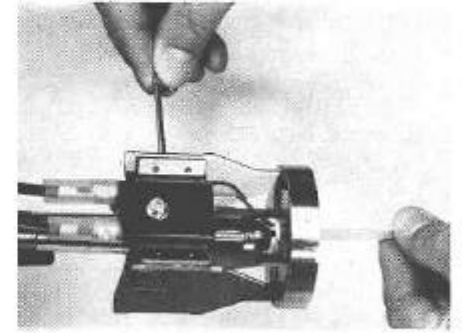

Abb. 29
2. Inbusschraube M 4 lösen (Abb. 29)